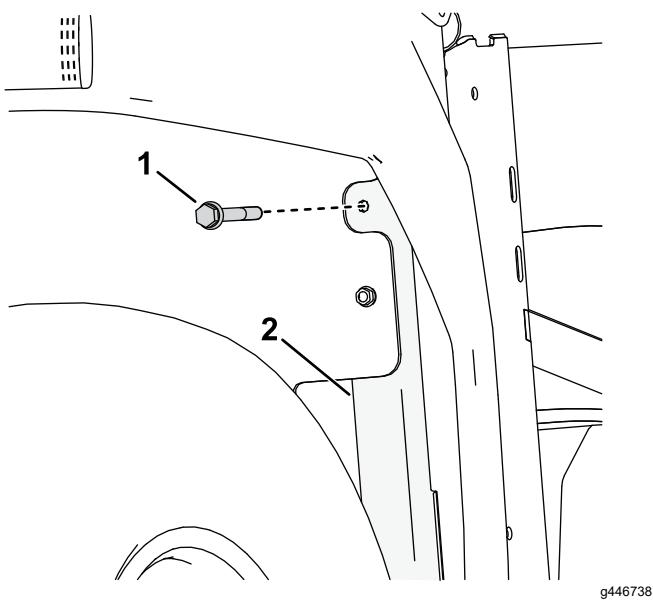

Bild 10
- Stecken Sie die Schlagschraube (5/16 x 2-1/2") durch das gebohrte Loch an der Vorderseite des Rahmenrohrs (Bild 10).